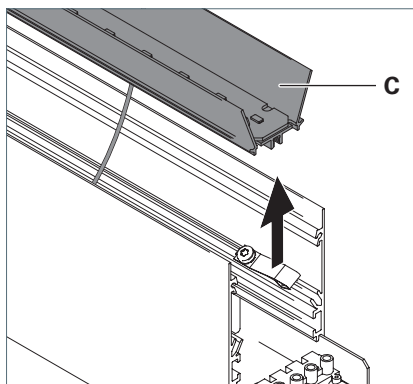

Fig. 14: Reflektor herausnehmen.
- Nehmen Sie den Reflektor **C** aus der Leuchte heraus und legen Sie ihn neben die Leuchte, siehe Fig. 14.